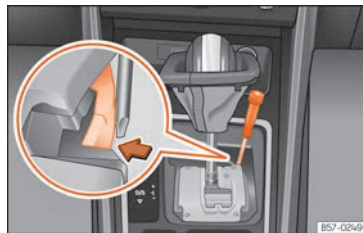

Fig. 90 Palanca selectora: desbloqueo de emergencia en la posición de aparcamiento.
- Con ayuda de la parte plana de un destornillador, presione lateralmente la pestaña amarilla y manténgala presionada » » » **fig. 90**.